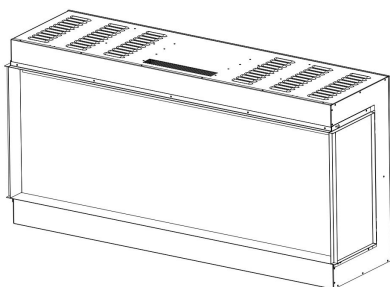

Fig.2-1
1. La chimenea se fija con barras de refuerzo y paneles en los lados izquierdo y derecho. Fig.2-1,2-2